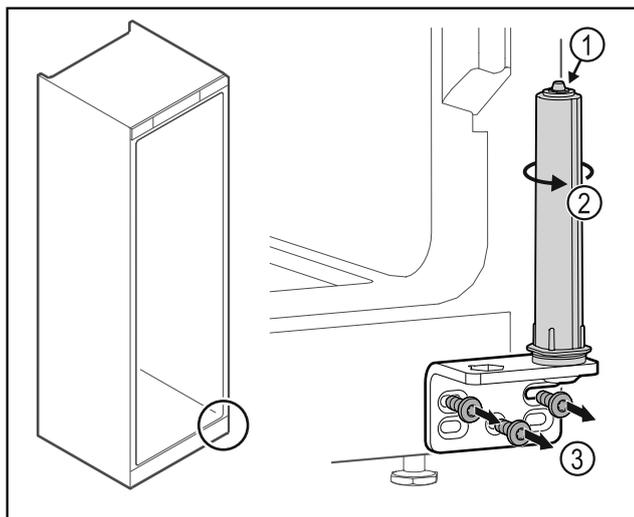

Fig. 34
- ▶ Ne rastavljajte sustav zatvaranja vrata Fig. 34 (1).
- ▶ Okrećite sustav zatvaranja Fig. 34 (2) dok ne klikne.
- ▶ Odvrnite kutne šarke Fig. 34 (3).